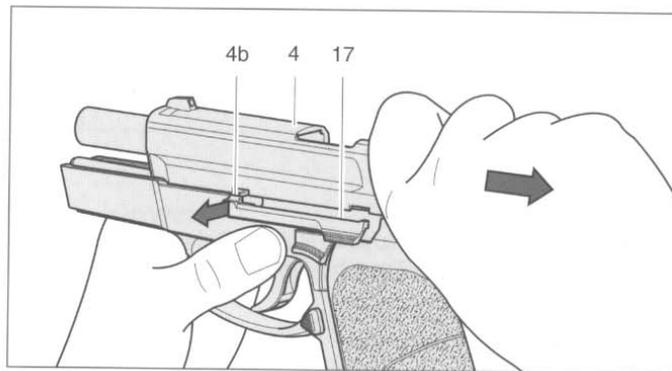

Abb. 9
4. Mit der rechten Hand Griff- und Verschlussstück umfassen, Verschlussfanghebel **17** leicht zurückziehen, damit der Verschlussfanghebel **17** ausrasten kann. Anschliessend Verschluss **4** ca. 3 mm nach vorne gleiten lassen, bis die Aussparung **4b** am Verschluss **4** mit der Nase am Verschlussfanghebel **17** übereinstimmt. Verschlussfanghebel **17** von rechts eindrücken und von links herausziehen (Abb. 9).